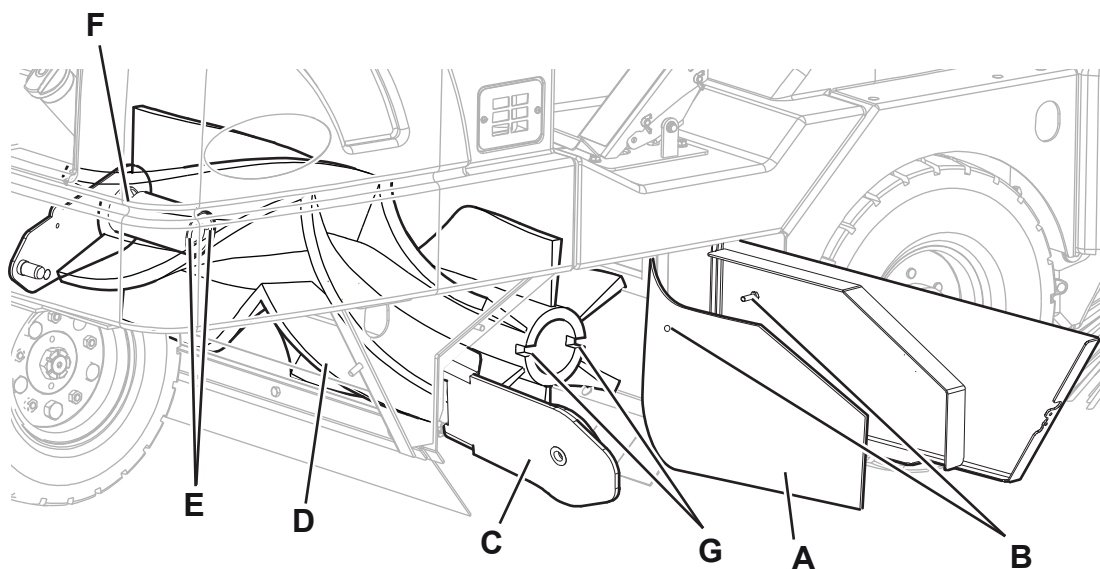

Figure 3
3. Tourner la clé de contact (57) et démarrer la machine.
4. Baisser le balai central au moyen du levier (53).
5. Tourner la clé de contact (57) sur « O » pour arrêter la machine.
6. Ouvrir le panneau droit (18).
7. Déplacer le volet latéral droit (A, Fig. 3) et le fixer à la goupille (B).
8. Ouvrir le groupe du levier de renvoi (C) pour atteindre le balai central (D).